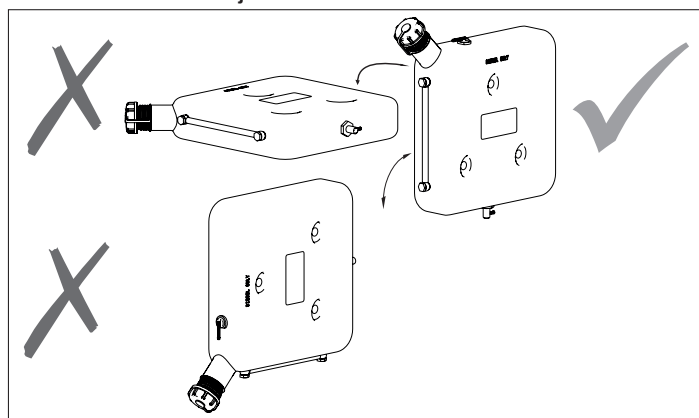

Fig. 2 Posición de montaje permitida
- La posición de montaje permitida es en vertical (véase la Fig. 2).